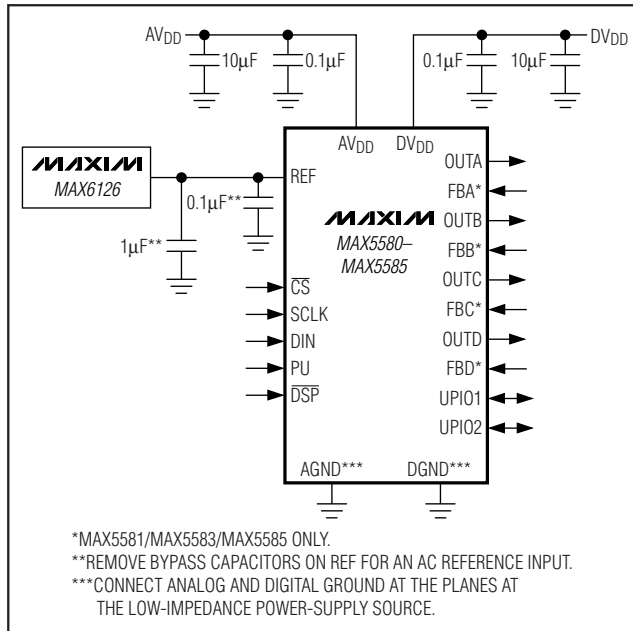

図10. 電源AV_{DD}、DV_{DD}、及びREFのバイパス
0.1 μ Fのコンデンサと10 μ Fのコンデンサを並列にして、AGNDとDGNDに接続し、アナログ及びデジタル電源をバイパスします(図10)。リードのインダクタンスを減らすために長さをできる限り短くしてください。遮蔽やフェライトビーズを使用してアイソレーションを強化します。